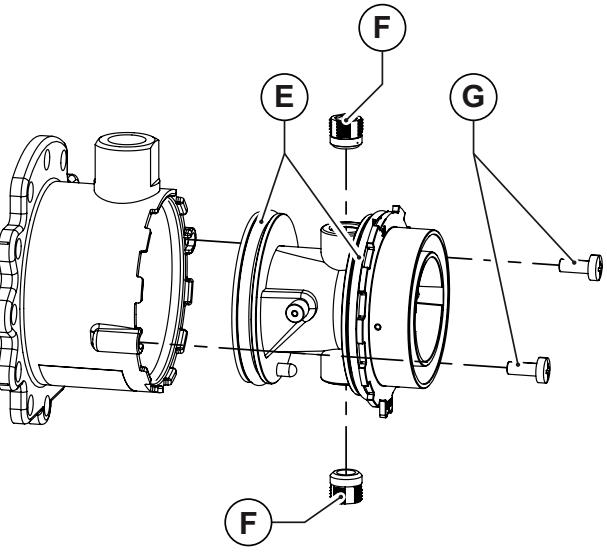
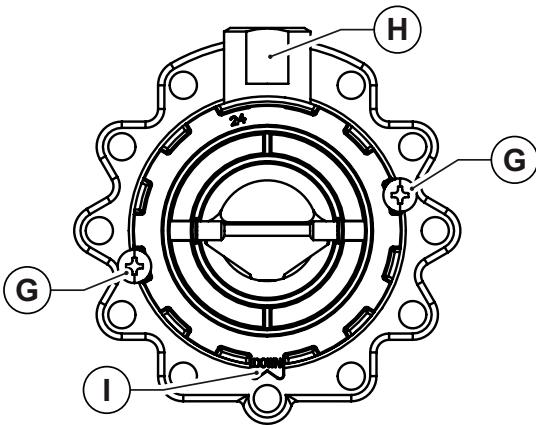

Fig. 43 Corpul din plastic al amestecătorului
Fig. 44 Orientare pentru montaj
- Desfaceți corpul din plastic al amestecătorului, deșurubând cele două șuruburi de fixare (vezi Fig. 43 Corpul din plastic al amestecătorului).
- Desfaceți cele două duze ale amestecătorului utilizând o cheie cu imbus de 6 mm (vezi Fig. 43 Corpul din plastic al amestecătorului).
- Montați din nou corpul din plastic (Venturi) introducându-l în amestecător și înșurubând șuruburile de fixare, având grija să nu deteriorați garniturile inelare montate la extremitățile corpului din plastic (vezi Fig. 43 Corpul din plastic al amestecătorului) și să respectați orientarea montajului (vezi Fig. 44 Orientare pentru montaj).
- Montați amestecătorul reasamblat la ventilator cu șuruburile cu imbus, având grija să reposiționați între amestecător și ventilator, garnitura inelară de etanșare (vezi Fig. 43 Corpul din plastic al amestecătorului).
- Montați amestecătorul reasamblat la ventilator cu șuruburile cu imbus, având grija să repozitionați între amestecător și ventilator, garnitura inelară de etanșare (vezi Fig. 43 Corpul din plastic al amestecătorului).